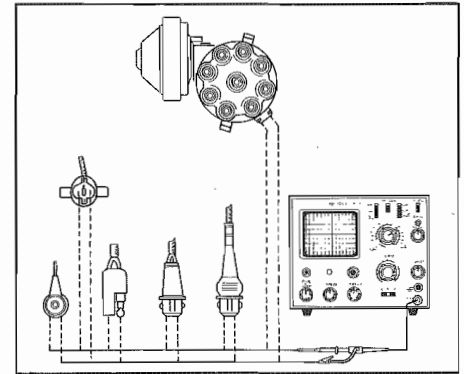

Fig. 12 - Collegamento dell'oscilloscopio al distributore di accensione
- Collegare l'oscilloscopio al cavo di comando oppure alla presa d'innesto del distributore di accensione (es. **Fig. 12**) e azionare il distributore di accensione al numero giri di 100 min^{-1} .
- Connect the oscilloscope to the control cable or to ignition distributor receptacle socket (ex. **Fig. 12**) and operate the ignition distributor to 100 rpm^{-1} .